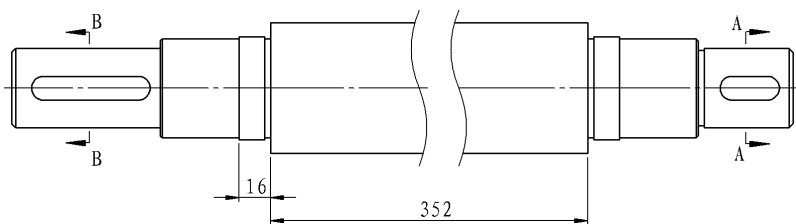

图 6.15.9 标注尺寸
(4) 单击“尺寸”对话框中的“完成”按钮 , 结果如图 6.15.9 所示。